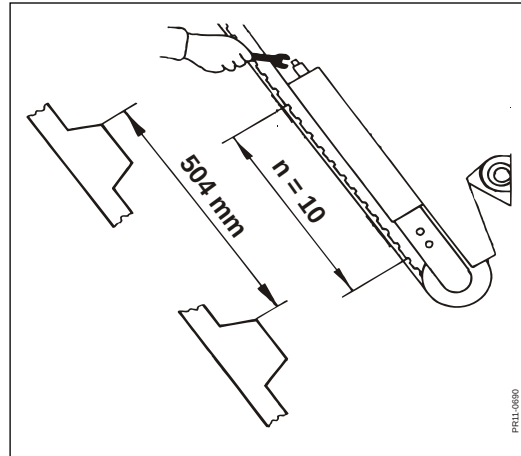

Fig. 9.12
**Fig. 9.12** Elevatorns tandremmar kan spännas genom att man vrider spännskruvarna moturs efter att låssprinten är borttagen. Spänn remmarna tills avståndet över 10 tänder är ca. 504 mm, varefter man testat att remmarna löper korrekt.